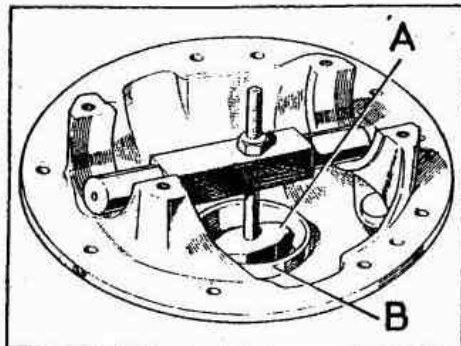

Fig. E -35 Desmontaje a presión de la pista exterior de rodamiento
- 1.08. A presión se desmontan las pistas exteriores de los cojinetes, B (Fig. E -35) haciendo uso del extractor especial, A (262757). Extraer también los suplementos de reglaje de altura del piñón.